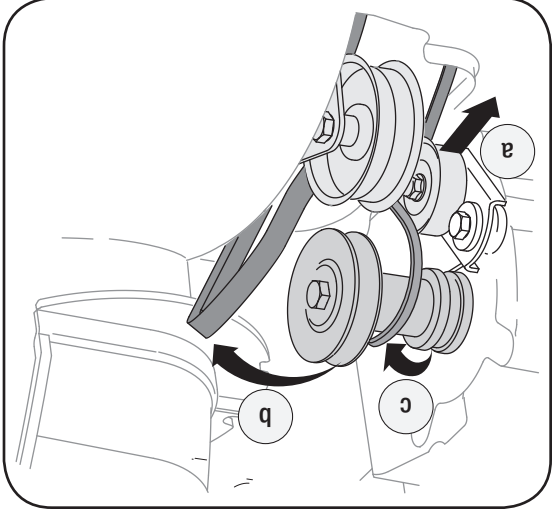

Figure 6-11
3. a. Utilisez une clé pour pivoter la poulie de tension vers la droite. Voir la Figure 6-11.